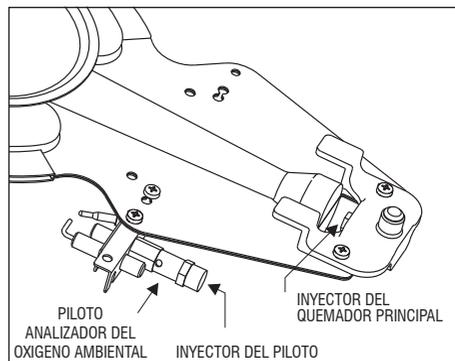

Fig. 6
3. Desconecte del termostato las conexiones del piloto, de la termocupla y del quemador principal y retire el conjunto quemador-Piloto Analizador de Oxígeno. El quemador tiene en su cara inferior un perno ranurado alojado en una llave (Fig. 6). Para retirar el conjunto, extráigalo unos 10 milímetros hacia Ud., y luego haga que la parte más alejada se desplace unos milímetros hacia la derecha. Esta operación liberará la sujeción y permitirá extraerlo fácilmente.
7. Vuelva a conectar la conexión del piloto, recolocó el conjunto quemador-piloto en el termotanque cuidando embocarlo en la llave (Fig. 6) y reconéctelo al termostato.